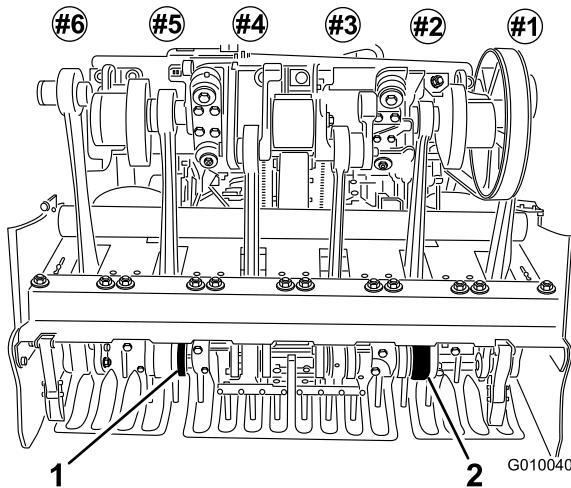

Figura 25
6. Instale os dentes nos suportes de dentes #2 e #5 (Figura 25) Aperte os parafusos.